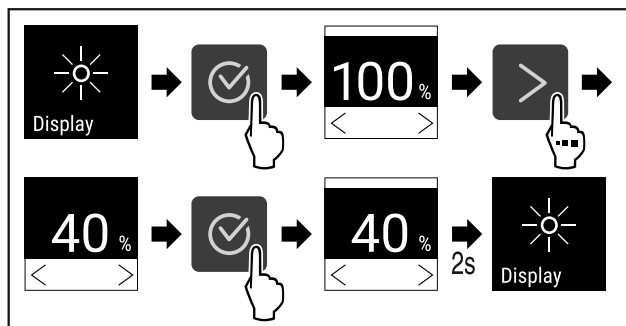

Fig. 78
- ▶ Εκτελέστε τα βήματα ενεργειών (βλέπε Fig. 78).